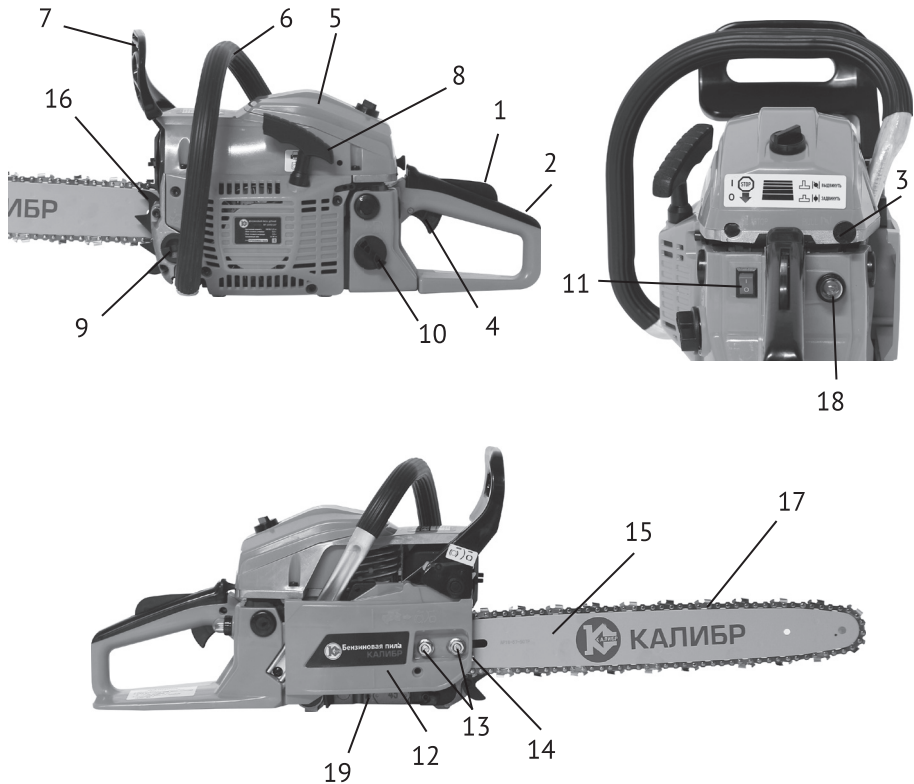

рис.1
Бензопила – инструмент, использующий в качестве привода одноцилиндровый двухтактный бензиновый двигатель внутреннего сгорания. Рабочим органом пилы является пильный аппарат, состоящий из бесконечной (замкнутой) пильной цепи (рис.1 поз.17), бегущей по шине (рис.1 поз.15).
Двигатель работает на топливе из смеси неэтилированного бензина с октановым числом не менее 92 и специального масла для 2-тактных двигателей. Он оснащён мембранным карбюратором и электронной системой зажигания. Для запуска двигателя служит ручной стартёр (рис.1 поз.8) и ручной насос (праймер, рис.1 поз.18) для предварительной подкачки топлива в карбюратор.
Ведущая звёздочка приводится в движение автоматической муфтой сцепления. На холостых оборотах зацепление не происходит, и пильная цепь не движется. Увеличиваем обороты двигателя до рабочих нажатием на рычаг управления дросселем (рис.1 поз.4). При этом колодки муфты сцепления расходятся и входят в зацепление с барабаном. Вращение начинает передаваться на приводную звёздочку пильной цепи. После отключения рычага управления дросселем, обороты двигателя снижаются до холостого хода (около 2900 об/мин), цепь автоматически останавливается. Остановка цепи также осуществляется механическим тормозом двойного действия: вручную, нажав левой рукой на щиток тормоза (рис.1 поз.7) от себя, или при срабатывании автоматического инерционного привода (при отскоке, защемлении цепи).
Две рукоятки пилы – передняя (рис.1 поз.6) и задняя (рис.1 поз.2) оснащены устройством виброгашения.
## 2.4 Общий вид бензопилы представлен на рис.1
### 2.5.1 Установка зубчатого упора (рис.1 поз.16)
Перед монтажом зубчатого упора убедитесь, что переключатель зажигания (рис.1 поз.11) находится в положении «0» - выключено.
- открутите с помощью комбинированного ключа гайки (рис.1 поз.13) крепления шины и снимите тормоз цепи в сборе;
- Ослабьте с помощью комбинированного ключа и снимите с пилы гайки (рис.1 поз.13)
- При снятом тормозе цепи, установите шину (рис.1 поз.15) на крепёжные шпильки в крайнее заднее положение.
- Пильную цепь (рис.1 поз.17) наденьте на ведущую звёздочку, расположенную за барабаном сцепления. Уложите верхнюю часть цепи в паз шины, пропустите цепь между зубцами ведомой звёздочки на переднем конце шины. Потяните шину вперёд так, чтобы нижняя часть цепи «села» в паз шины. Проверьте, чтобы направление зуба цепи совпадало с направлением, указанным на корпусе. Убедитесь, что тормоз цепи находится в выключенном положении.
- Удерживая шину с цепью, установите тормоз цепи на крепёжные шпильки, так чтобы сухарь винта натяжителя цепи (рис.1 поз.14) попал в регулировочное отверстие хвостовика шины.
- Затяните гайками (рис.1 поз.13) шину и тормоз цепи вручную.
**Внимание!** Перед регулировкой натяжения цепи убедитесь, что гайки крепления шины (рис.1 поз.13) немного ослаблены.
Регулировка натяжения цепи производится винтом (рис.1 поз.14) при ослабленных гайках крепления шины:
- отверните пробку маслобака (рис.1 поз.9);
Расход масла для смазки цепи регулируется винтом (рис.1 поз.19). При повороте винта по часовой стрелке расход масла уменьшается, при повороте против часовой стрелки – увеличивается (символы MAX и MIN на корпусе).
- установите переключатель зажигания (рис.1 поз.11) в положение «I» - включено;
- несколько раз медленно нажмите на колпачок праймера (рис.1 поз.18) для подкачки топлива, пока смесь не заполнит резиновый колпачок кнопки;
- вытяните до упора кнопку воздушной заслонки (рис.1 поз.3) из корпуса бензопилы;
- нажмите последовательно рычаг безопасности (рис.1 поз.1) и рычаг управления дросселем (рис.1 поз.4);
- правой рукой за рукоятку стартера (рис.1 поз.8) сделайте несколько коротких рывков шнура стартера до первых признаков запуска двигателя (схватывание);
- при необходимости, несколько раз медленно нажмите на колпачок праймера (рис.1 поз.18) для подкачки топлива, пока смесь не заполнит резиновый колпачок кнопки;
- вытяните до упора кнопку воздушной заслонки (рис.1 поз.3) из корпуса бензопилы, затем задвиньте полностью обратно (заслонка заняла пусковое положение);
- вывернуть свечу зажигания, которая находится под крышкой (рис.1 поз.5) воздушного фильтра;